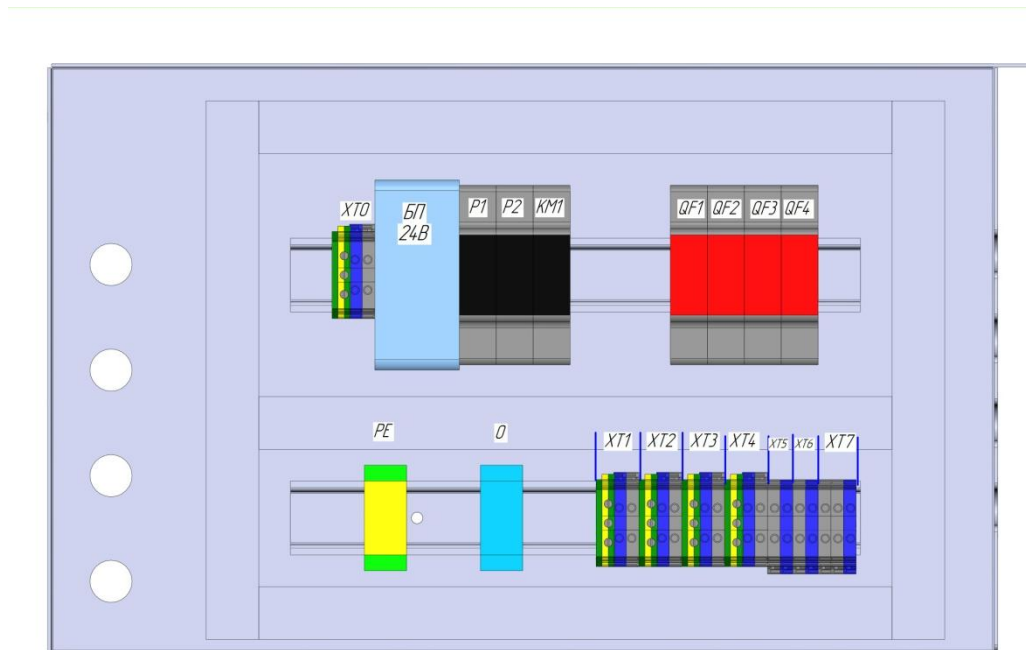

Рисунок 8. Электрический щит
- подключить линию электропитания к клеммам ХТ0 (рисунок 8);
- подключить греющий кабель входной магистрали к клеммам ХТ2 (рисунок 8);
- подключить греющий кабель слива грязной воды к клеммам ХТ3 (рисунок 8);